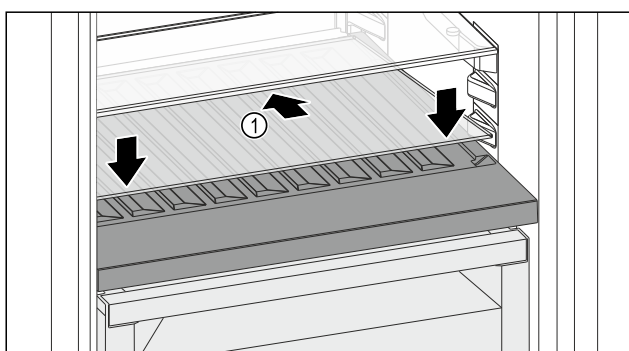

Fig. 99
- 向后下方倾斜放置玻璃隔板 Fig. 99 (1)。
- 放低玻璃隔板 Fig. 99 (1) 前部。